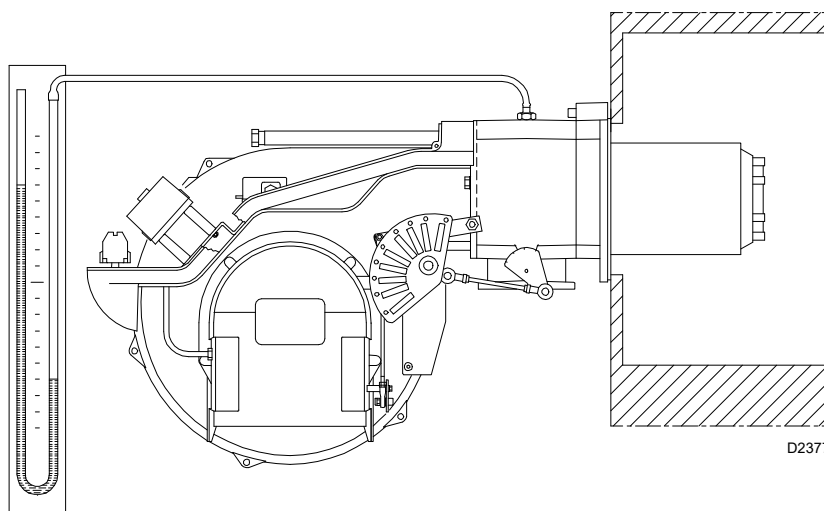

Fig. 25
- Purger l'air des tubes de la rampe gaz, en raccordant un tube en plastique sur la prise de pression 1)(Fig. 25) du pressostat gaz seuil minimum. Porter le tube de purge à l'extérieur de l'édifice jusqu'à sentir l'odeur du gaz.
- Monter un manomètre en U (Fig. 25) sur la prise de pression du gaz du manchon. Il sert à mesurer approximativement la puissance MAX. du brûleur, à l'aide des Tab. J à la page 22.
L'arrivée de gaz au manchon est mise en évidence sur le manomètre en U (Fig. 25 à la page 26).